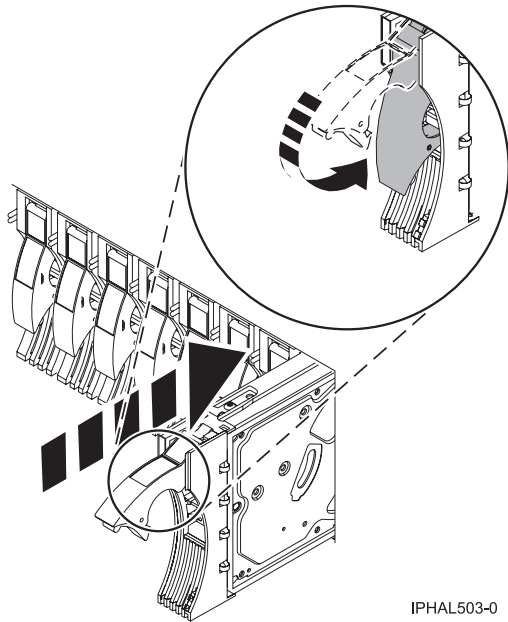

Figure 20. Installation d'une unité de disque sur un modèle
8. Poussez complètement la poignée de l'unité de disque (voir figure 20, à la page 25).